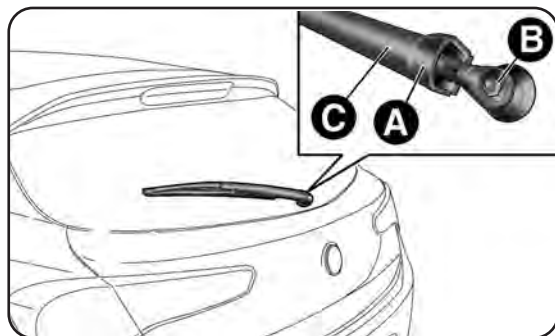

fig. 167
- levante la tapa A-fig. 167, quite la tuerca B y desmonte el brazo C;